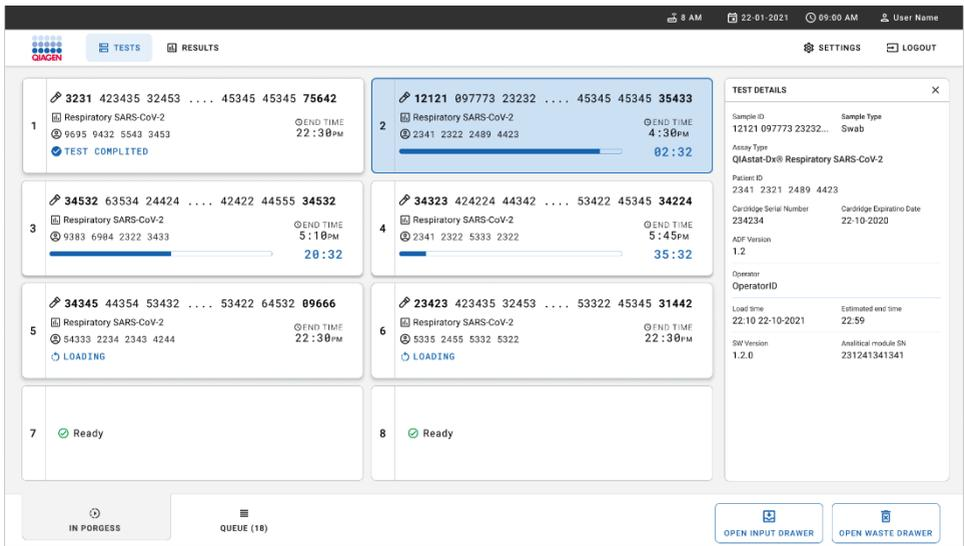

Figure 33. Informations d'exécution du test sur l'écran de file d'attente.
17. Pendant que les tests sont en cours, le temps d'exécution restant et d'autres informations pour tous les tests en file d'attente s'affichent sur l'écran tactile (figure 33).